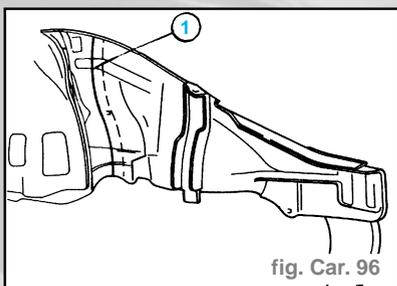

fig. Car. 96
- Le positionner sur le gabarit et sur le véhicule en le marquant d'un repère sur le véhicule au moyen de la ligne de découpe (1) (fig. Car. 96).